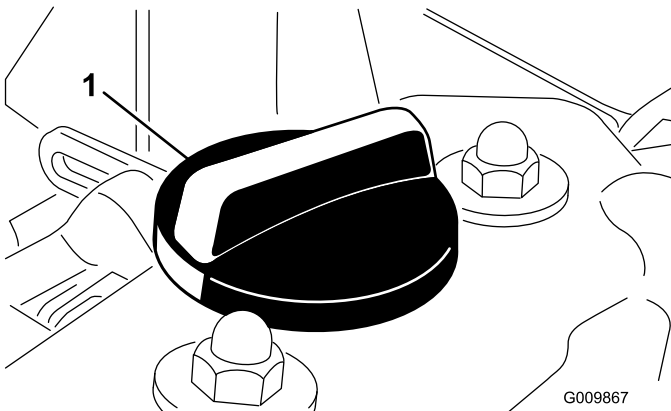

Bild 24
4. Wenn der Ölstand unter der Voll-Marke liegt, nehmen Sie den Fülldeckel ab (Bild 24) und gießen Sie genug Öl ein, um den Ölstand bis zur Voll-Marke anzuheben. **Füllen Sie nicht zu viel ein.**